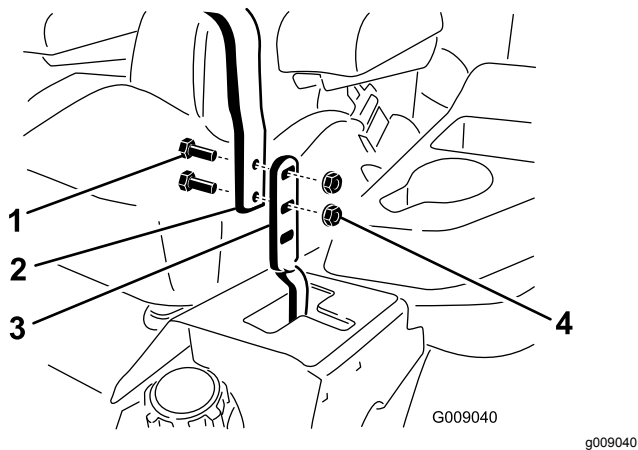

Figura 94
3. Afloje los pernos y las tuercas con arandela prensada de las palancas (Figura 94).